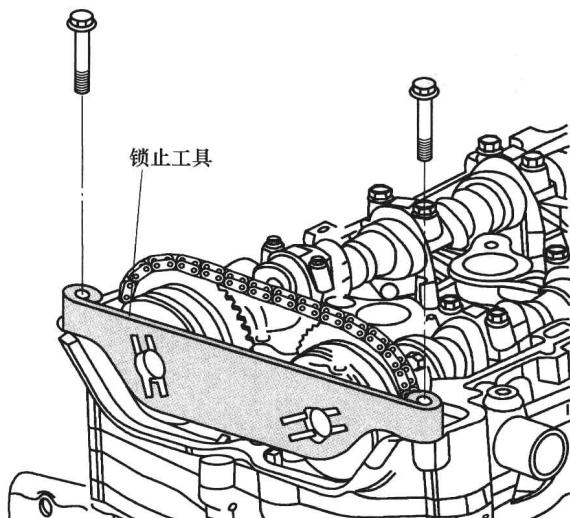

图 1-3 安装锁止工具
- (4) 旋转进气凸轮轴执行器以安装 EN-48953 锁止工具，如图 1-3 所示。